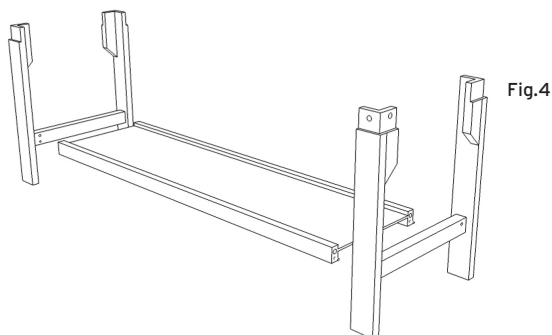

Fig.4
3. Una volta aperto l'imballo in pluriball unire la tavola con le gambe del lettino come rappresentato in Fig.4